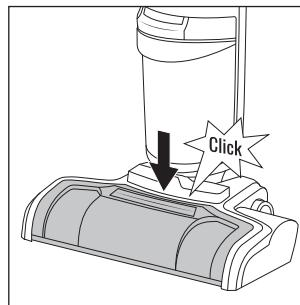

Fig. 42
- ◆ Apoi apăsați înapoi, în poziție, protecția de stropire **7** până când se cuplează cu un clic pe bază **3** (a se vedea fig. 42).